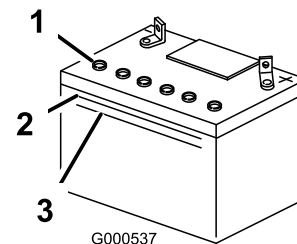

Bild 44
- Sehen Sie sich die Seite der Batterie an. Der Füllstand muss bis zur **oberen** Linie reichen (Bild 44). Der Säurestand darf nicht unter die untere Linie fallen (Bild 44).
- Entfernen Sie die Entlüftungsdeckel von der Batterie (Bild 44).
- Gießen Sie langsam destilliertes Wasser in jede Batteriezelle, bis der Säurestand die obere Linie (Bild 44) am Batteriegehäuse erreicht.
- Warten Sie nach dem Füllen der Batteriezellen fünf bis zehn Minuten. Gießen Sie bei Bedarf destilliertes Wasser in jede Batteriezelle, bis der Säurestand die obere Linie (Bild 44) am Batteriegehäuse erreicht.